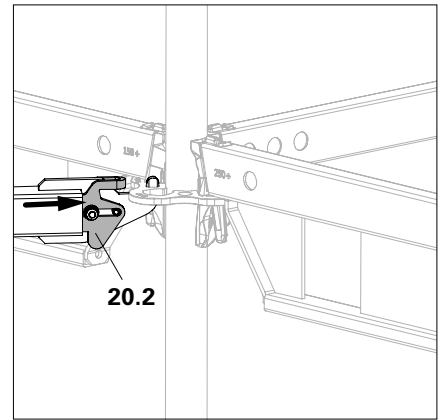
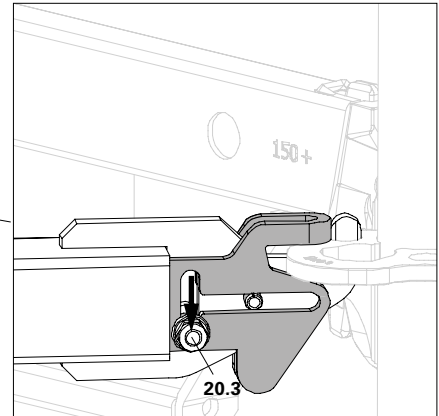

Abb. A4.01d
Abb. A4.01f
3. Schieber in Richtung Rosette schieben bis Sicherungsbolzen (**20.3**) in die Längsnut fällt. (Abb. A4.01d – Abb. A4.01f)